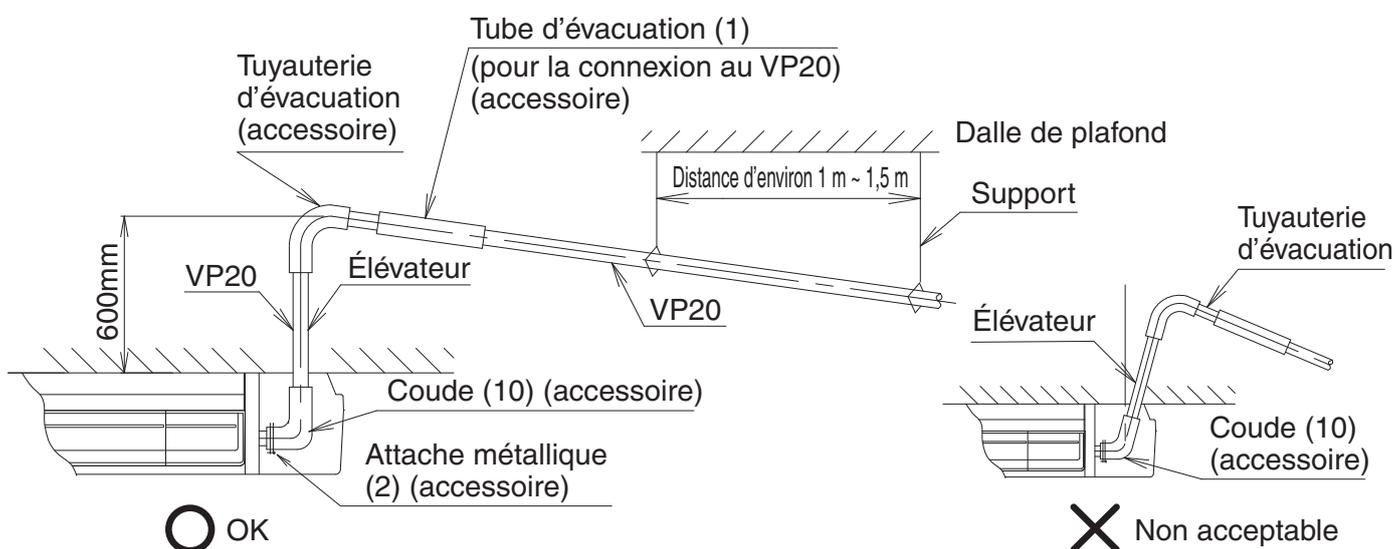

Fig. 29
- Installez les supports à une distance comprise entre 1 m et 1,5 m afin que la tuyauterie ne soit pas déviée. **(Reportez-vous à la Fig. 29)**
- Installez l'élévateur d'évacuation verticalement. **(Reportez-vous à la Fig. 29)**